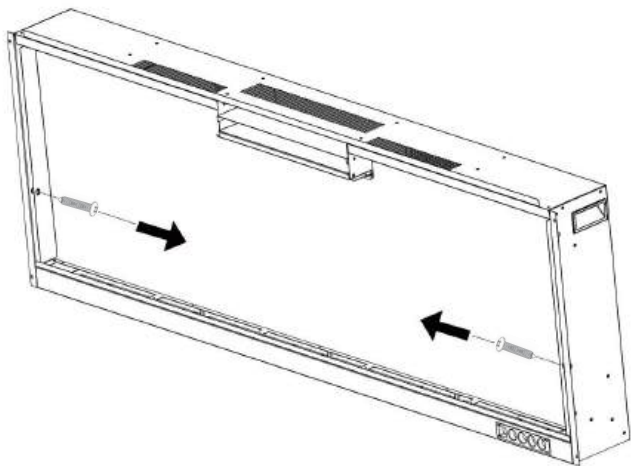

Fig. 2-1
- A. Verwijder de schroeven (1 per zijde) van de zijkanten van de haard. Leg de schroeven opzij (**Afb. 2-1**)